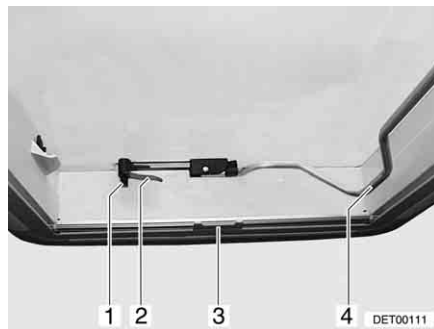
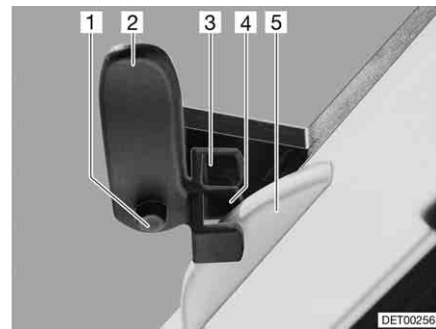

Fig. 61 Lanterneau Heki, fermé
Fig. 62 Lanterneau Heki en position de ventilation 1
- Appuyer sur le bouton de sûreté (Fig. 61,1) et tourner d'un quart de tour vers l'intérieur le levier de verrouillage (Fig. 61,2).
- Tirer l'étrier (Fig. 61,4) vers le bas, hors du dispositif de blocage.
- Tourner le levier de verrouillage (Fig. 61,2 et Fig. 62,2) d'un quart de tour. Le nez du dispositif de verrouillage du toit (Fig. 62,5) doit s'enclencher dans la fourche de verrouillage (Fig. 62,3).
- Enfoncer le bouton de sûreté (Fig. 62,1) et remettre le levier de verrouillage (Fig. 62,2) dans sa position initiale. Le nez du dispositif de verrouillage du toit (Fig. 62,5) doit s'enclencher dans la fourche de verrouillage (Fig. 62,4) inférieure.